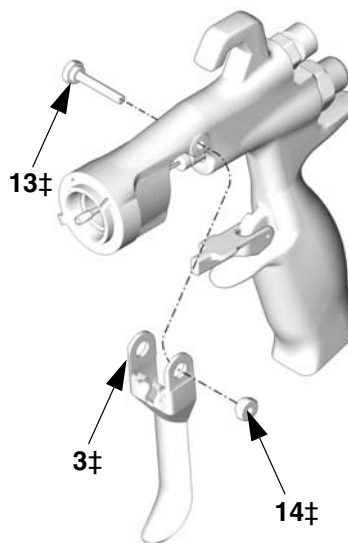

FIG. 37
2. Retire la tuerca del pasador de pivote del gatillo (14‡), el pasador de pivote (13‡), y el gatillo (3) utilizando la herramienta especial para pistolas (30) y la llave para tuercas (29). Vea FIG. 37.